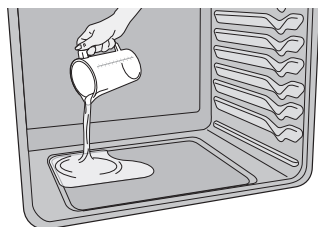

Figure 31 : Ajouter 2 tasses d'eau du robinet
3. Versez 2 tasses d'eau du robinet dans le fond du four. (Figure 31) Fermez la porte du four.
Essuyez la cavité et la sole du four. Ne nettoyez pas les joints de la porte du four (Figure 31). Évitez de vous pencher ou de mettre de la pression sur la vitre de la porte du four pendant le nettoyage de la cavité.